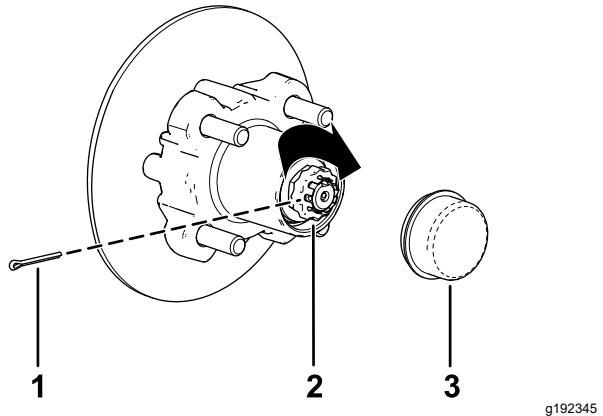

图 38
- 将卡环安装到螺母上检查卡环内的槽与主轴上开口销孔的对齐情况图 38。
9. 安装开口销并扳弯卡环周边的各个腿图 38。
10. 将防尘盖安装到轮毂上图 38。